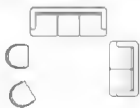

图6-20
**步骤5:** 使用复制工具 $\text{Ctrl+C}$ , 对单人沙发再复制一份。使用旋转工具 $\text{Ctrl+O}$ 和移动工具 $\text{Ctrl+M}$ , 对绘制和复制的沙发进行旋转和移动操作, 最终效果如图6-20所示。